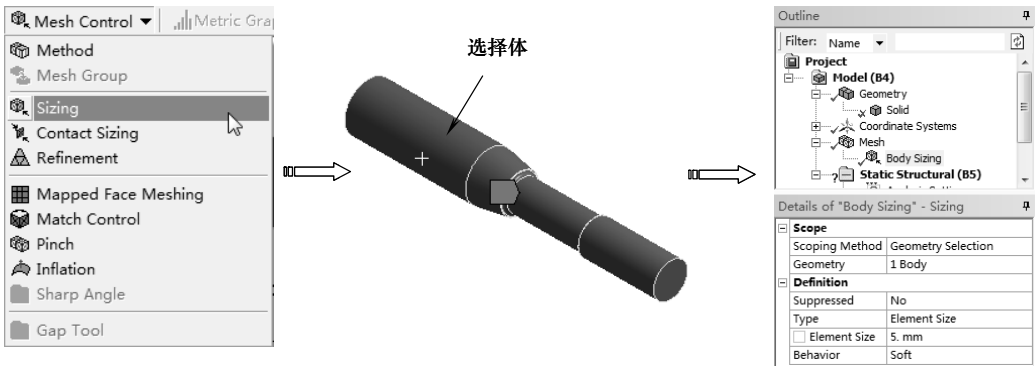

图 7-57 设置网格尺寸
2) 单击窗口上方【图形选择】工具栏上的【Body (选择体)】按钮 ，在【Details of “Body Sizing” Sizing】列表中单击【Scope】选项下的【Scoping Method】项，在图形区单击选择实体，单击【Geometry】项中的【Apply】按钮完成，在【Element Size】文本框中输入 5mm，如图 7-57 所示。